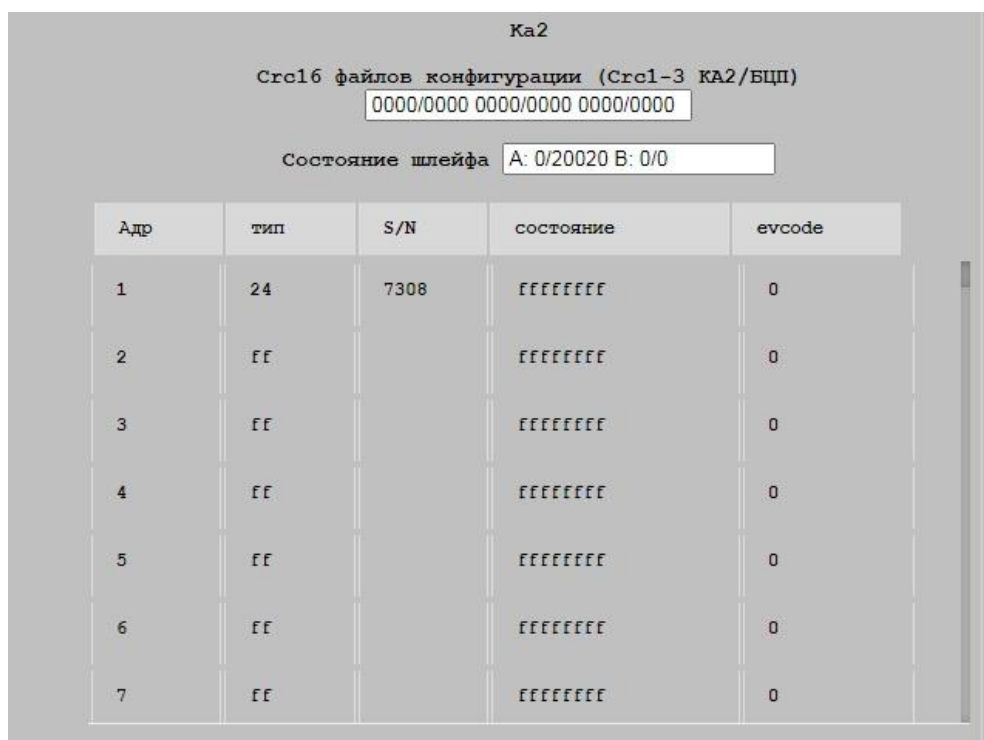

Рис. 7
5. Кнопка “Датчики” (Рис. 5) выводит слева окно с конфигурацией КА2, списком адресов и устройств на выбранном КА2 (Рис. 7).